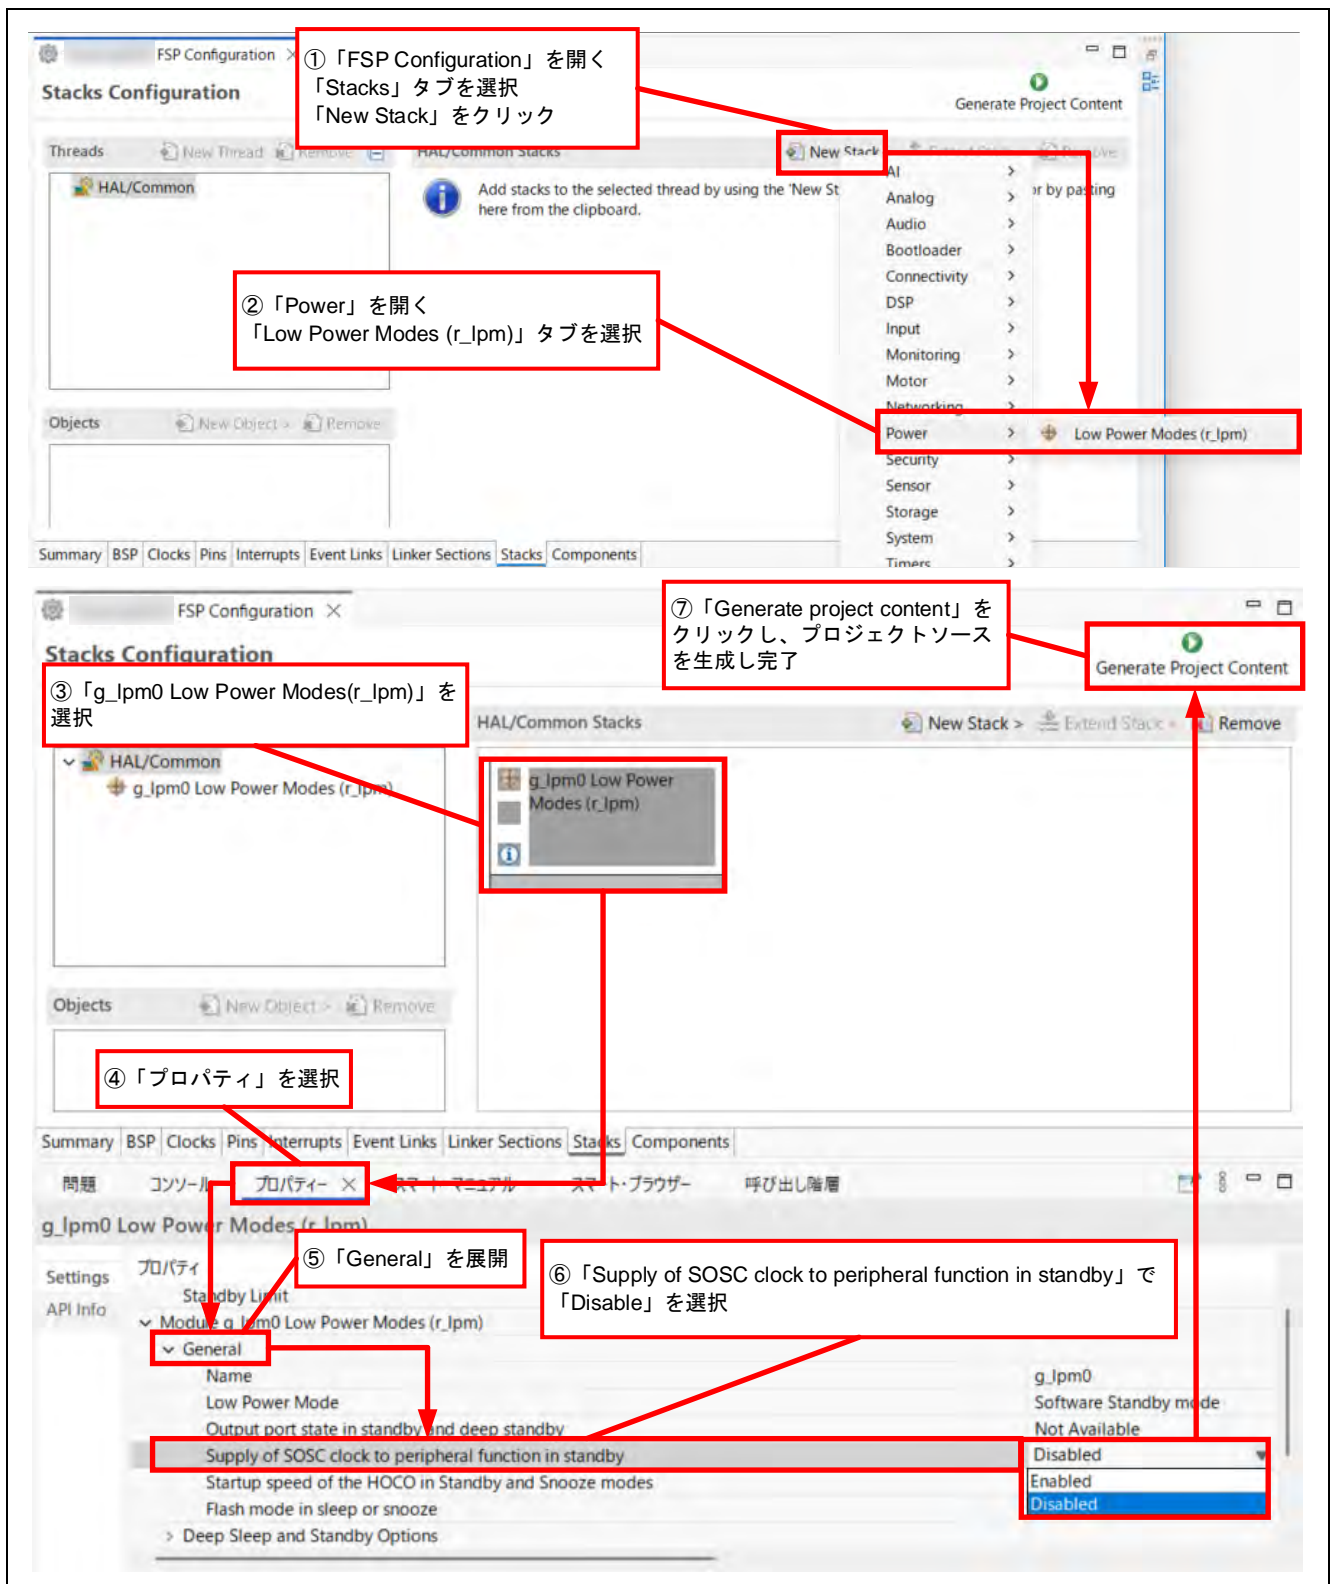

図 2-4 SOSC クロック供給停止設定
- 図 2-4 に FSP でソフトウェアスタンバイモード中またはスヌーズモード中に、RTC 以外の周辺機能へ SOSC クロックの供給を停止する設定方法を示します。